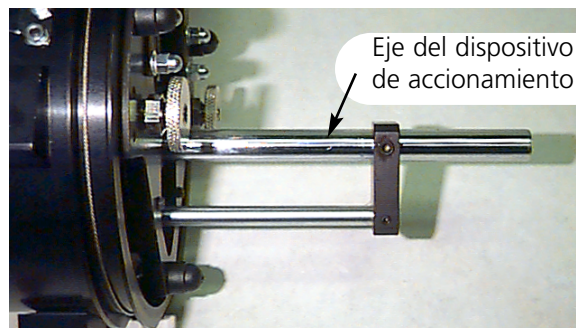

Figura 4-25
- Si usan Vds. un Bastidor Granangular para Gorras, el mensaje Eje del Dispositivo de Accionamiento del Bastidor Granangular para Gorras aparecerá en la pantalla; aprieten  . Quiten desde el periférico el dispositivo de accionamiento del bastidor granangular para gorras. Limpie la hilacha del eje del dispositivo de accionamiento (vean la Figura 4-25).